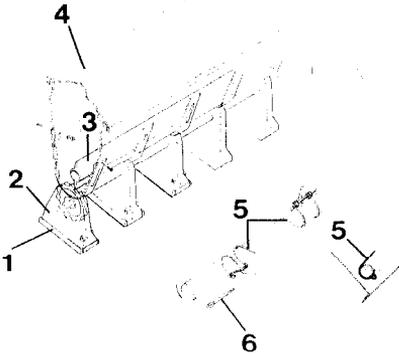

Fig. 100
La poudreuse introduit en permanence la quantité exacte de poudre nécessaire dans l'écoulement des graines de semence vers les roues distributrices. L'effet d'agitation de l'arbre agitateur tournant à grande vitesse est accentué par des étrilles d'agitation supplémentaires (fig. 100/5). Les graines sont ainsi enrobées de poudre. Chaque étrille (fig. 100/5) est maintenue par une goupille (fig. 100/6).
**a) Retirer les fonds plastique** à glissière (fig. 100/1) situés sous les carters (fig. 100/2) des doseurs de la poudreuse. Dans le cas où certaines roues distributrices ne seraient pas utilisées, laisser en place au-dessus d'elles les fonds à glissières correspondants.
Lors du remplissage, veiller à ce que l'arbre agitateur en caoutchouc (fig. 100/3) soit vertical. On obtient cette position verticale en tournant la roue d'entraînement du semoir préalablement soulevé. Remplir la poudreuse avec le produit traitant. Fermer la poudreuse avec son couvercle (fig. 100/4).
**f) Mettre la glissière (fig. 10/1) du carter de distribution sur la position «3/4»** même si la table de réglage indique «position ouverte». Autrement ce brassage vigoureux obtenu par les étrilles d'agitation (fig. 100/5) pourrait provoquer la distribution non contrôlée des graines par dessus les roues distributrices.
Pour vidanger la poudreuse, mettre l'arbre d'agitateur caoutchouc (fig. 100/3) en position verticale. De l'extérieur de la trémie du semoir, faire pivoter la poudreuse sur son arbre jusqu'à ce que son couvercle soit tourné vers le bas, après avoir dévissé la vis à œil. Le reste de poudre tombe alors dans le couvercle de la poudreuse (fig. 100/4) et peut être facilement recueilli après ouverture du couvercle.
Une plus grande sécurité est obtenue en procédant au contrôle du débit du produit traitant. Pour ce faire, vidanger complètement la trémie du semoir. Effectuer quelques tours de manivelle, puis vérifier que la poudre de traitement sort de tous les carters doseurs. Fermer ensuite les carters doseurs avec les fonds plastique (fig. 100/1). Effectuer ensuite avec la manivelle le même nombre de tours qui avaient été précédemment effectués pour le contrôle de débit des graines. Le produit traitant se dépose sur les fonds en plastique situés sous les carters des doseurs.
Retirer avec précaution les fonds en plastique (fig. 100/1) en veillant à ne pas renverser de produit traitant. Le produit est versé sur une feuille de papier ou autre, puis pesé à l'aide d'un pèse-lettre. L'étalonnage préalable du semoir a établi la quantité contrôlée de semence.